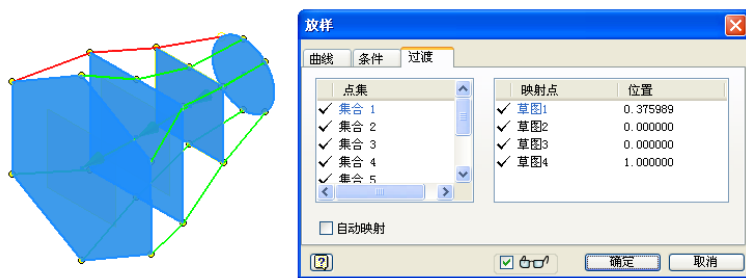

图 3-72 放样实体范例和“放样”对话框
(1) “过渡”特征定义一个截面的各段如何映射到其前后截面的各段中，可看到默认选项是自动映射。如果关闭自动映射，将列出自动计算的点集并根据需要添加或删除点。关闭自动映射以后，放样实体和【放样】对话框如图 3-72 所示。